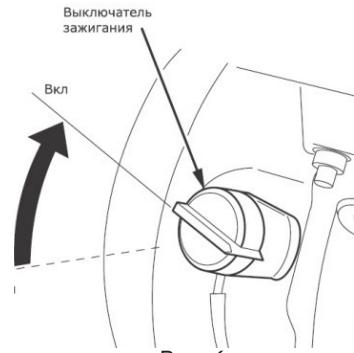

Рис. 6
- Поставьте выключатель зажигания в положение «Вкл» (Рис. 6);